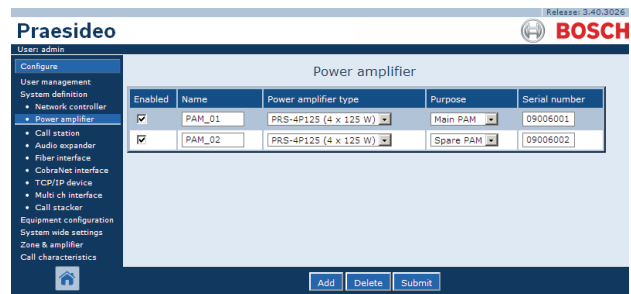

figura 43.9: Eliminar un amplificador de potencia, paso 2
- Haga clic en cualquier parte de la fila del amplificador de potencia que vaya a eliminar de la definición del sistema. Se resaltará toda la fila (consulte figura 43.9).